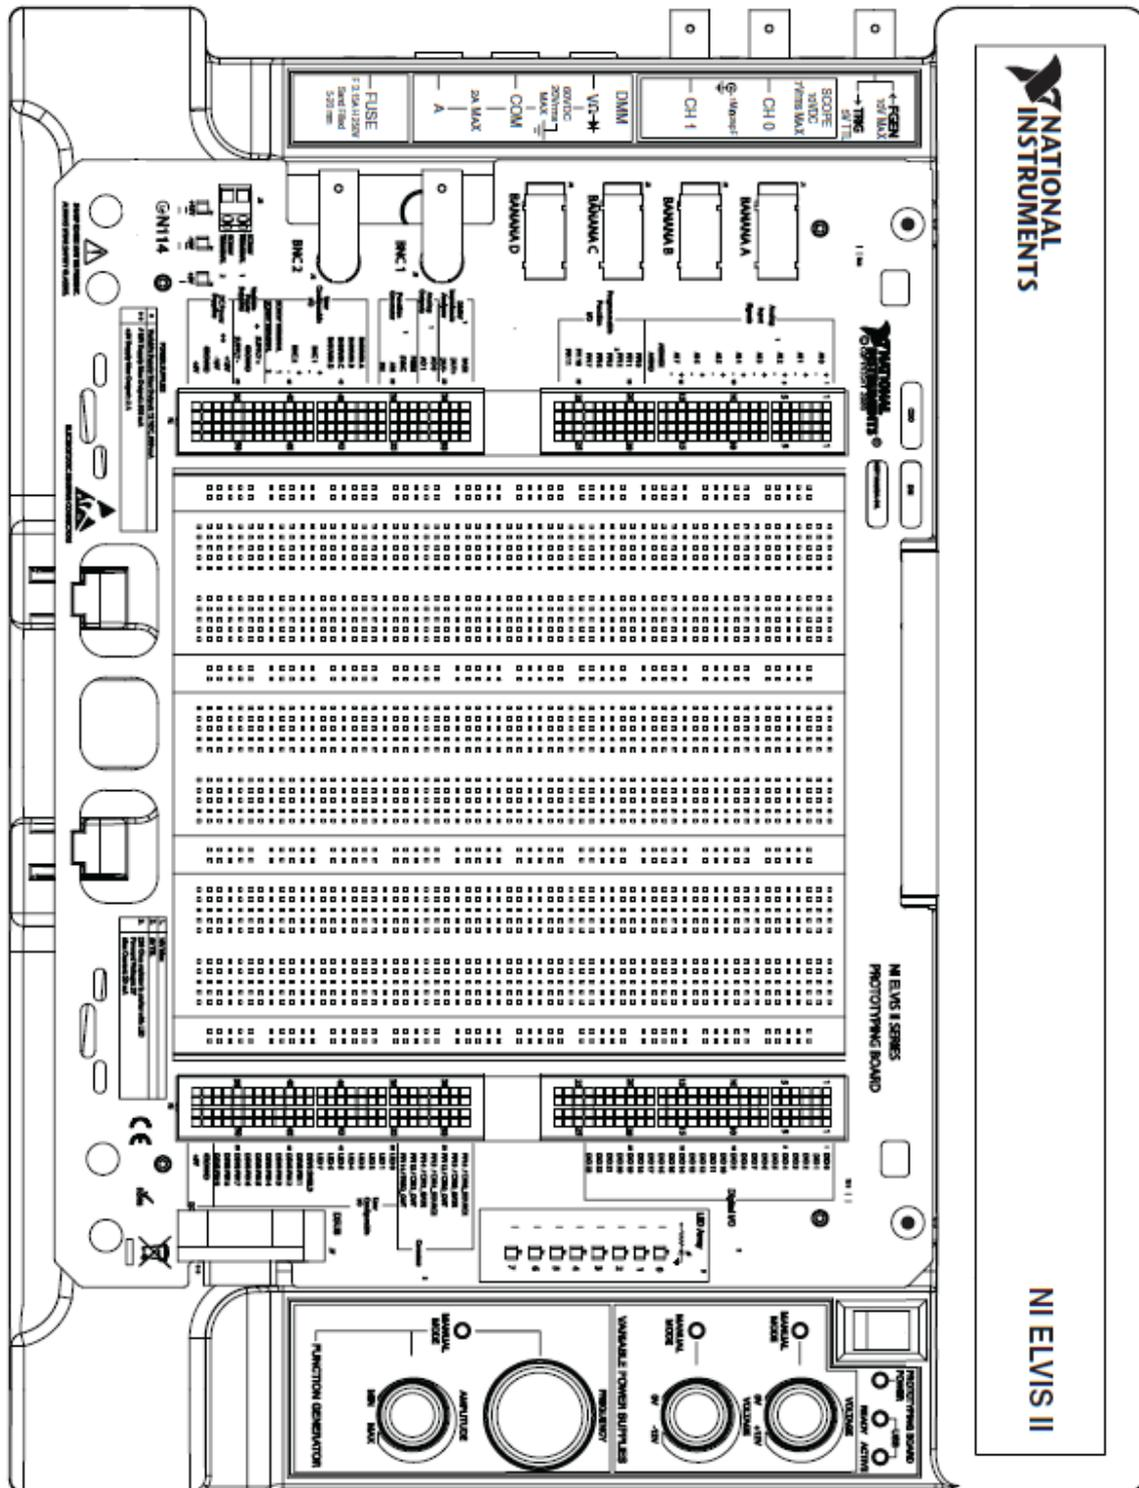

Figura 1.1. NI ELVIS.
1. Identifique cada uno de los siguientes elementos en el módulo NI ELVIS, anotándolos en la imagen de la figura 1.1.